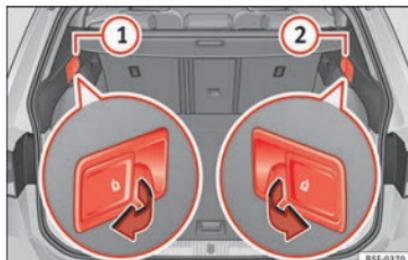

Fig. 152 Nel bagagliaio: leve per lo sblocco a distanza del lato sinistro (1) e destro (2) dello schienale posteriore
- Tirare la leva di sblocco a distanza dal lato sinistro » **fig. 152** (1) o destro (2) dello schienale nel senso della freccia. Il lato sbloccato dello schienale posteriore si ribalta automaticamente in avanti.